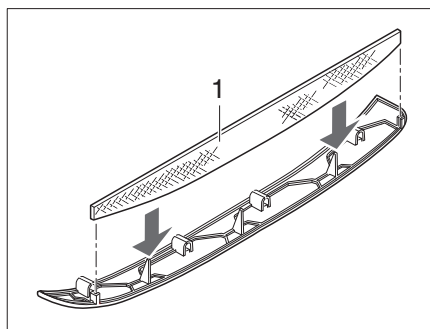
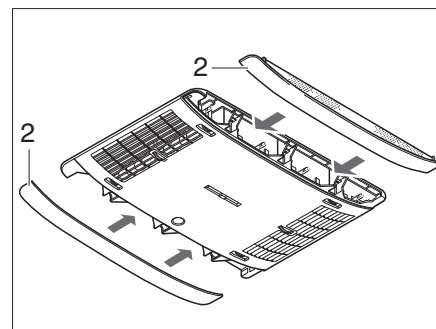

Bild 379 Flusenfilter Klimaanlage
Bild 380 Paneelen Klimaanlage
In den seitlichen Paneelen (Bild 380,2) befinden sich zwei Flusenfilter. Die Flusenfilter müssen in regelmäßigen Abständen, mindestens jedoch alle 6 Monate, gereinigt und bei Bedarf gewechselt werden.
- Paneele (Bild 380,2) vom Luftverteiler abziehen und Flusenfilter (Bild 379,1) reinigen oder bei Bedarf wechseln.